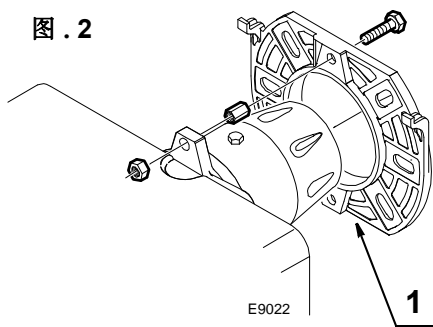

图 . 2
鋅 t 将螺钉和两个螺母置于法兰 (1) 上, (参见图 2).